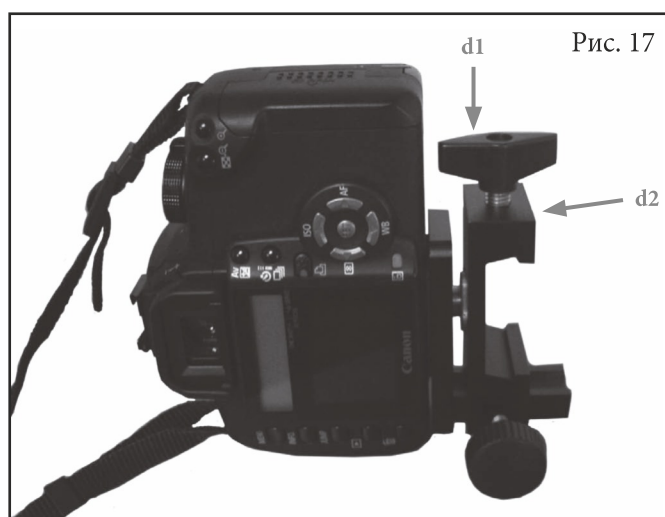

Рис. 17
- Поместите короткую направляющую установочной площадки (d1) в слот фиксатора пластины «ласточкин хвост»(d2), и закрепите с помощью винта-фиксатора (рис. 17).